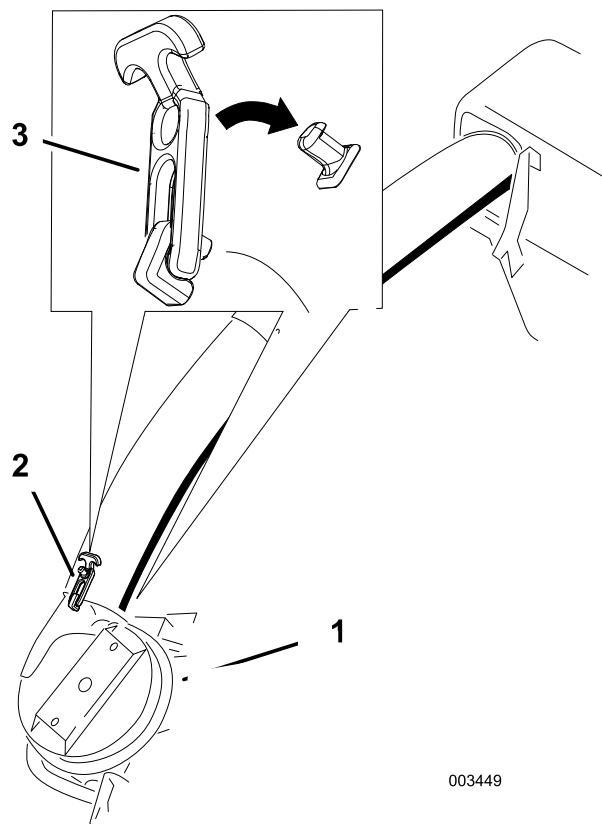

Bild 35
- Schieben Sie das untere Rohr auf das Gebläsegehäuse und verriegeln sie (Bild 35).